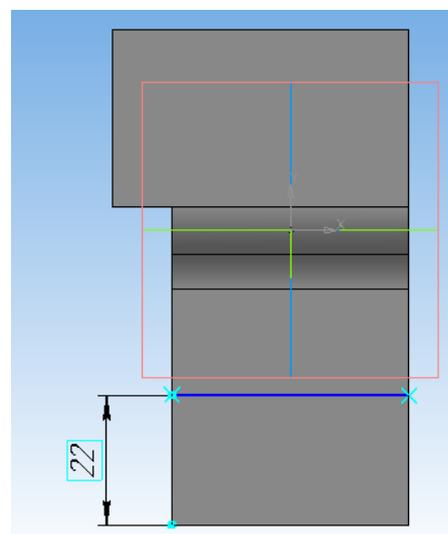

Рисунок 36.
3. Закрывать «Эскиз» (рисунок 36).